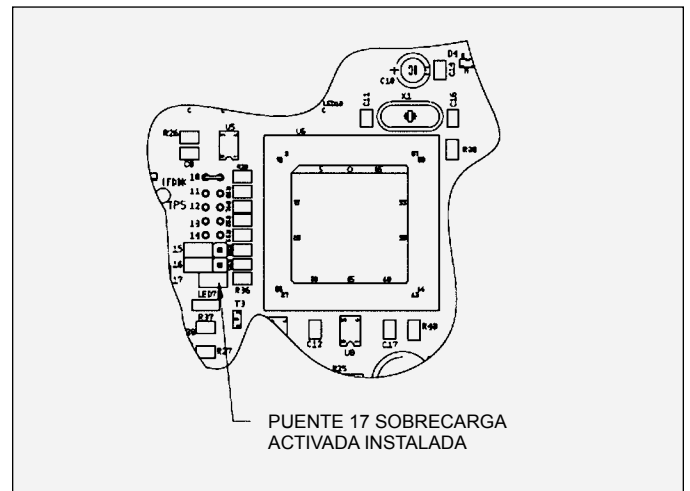

Figura 24: Ubicación del puente – Activación de sobrecarga
2. Coloque el puente a través de los dos (2) pasadores en la ubicación 17 del tablero principal del CI (ver la Figura 24).